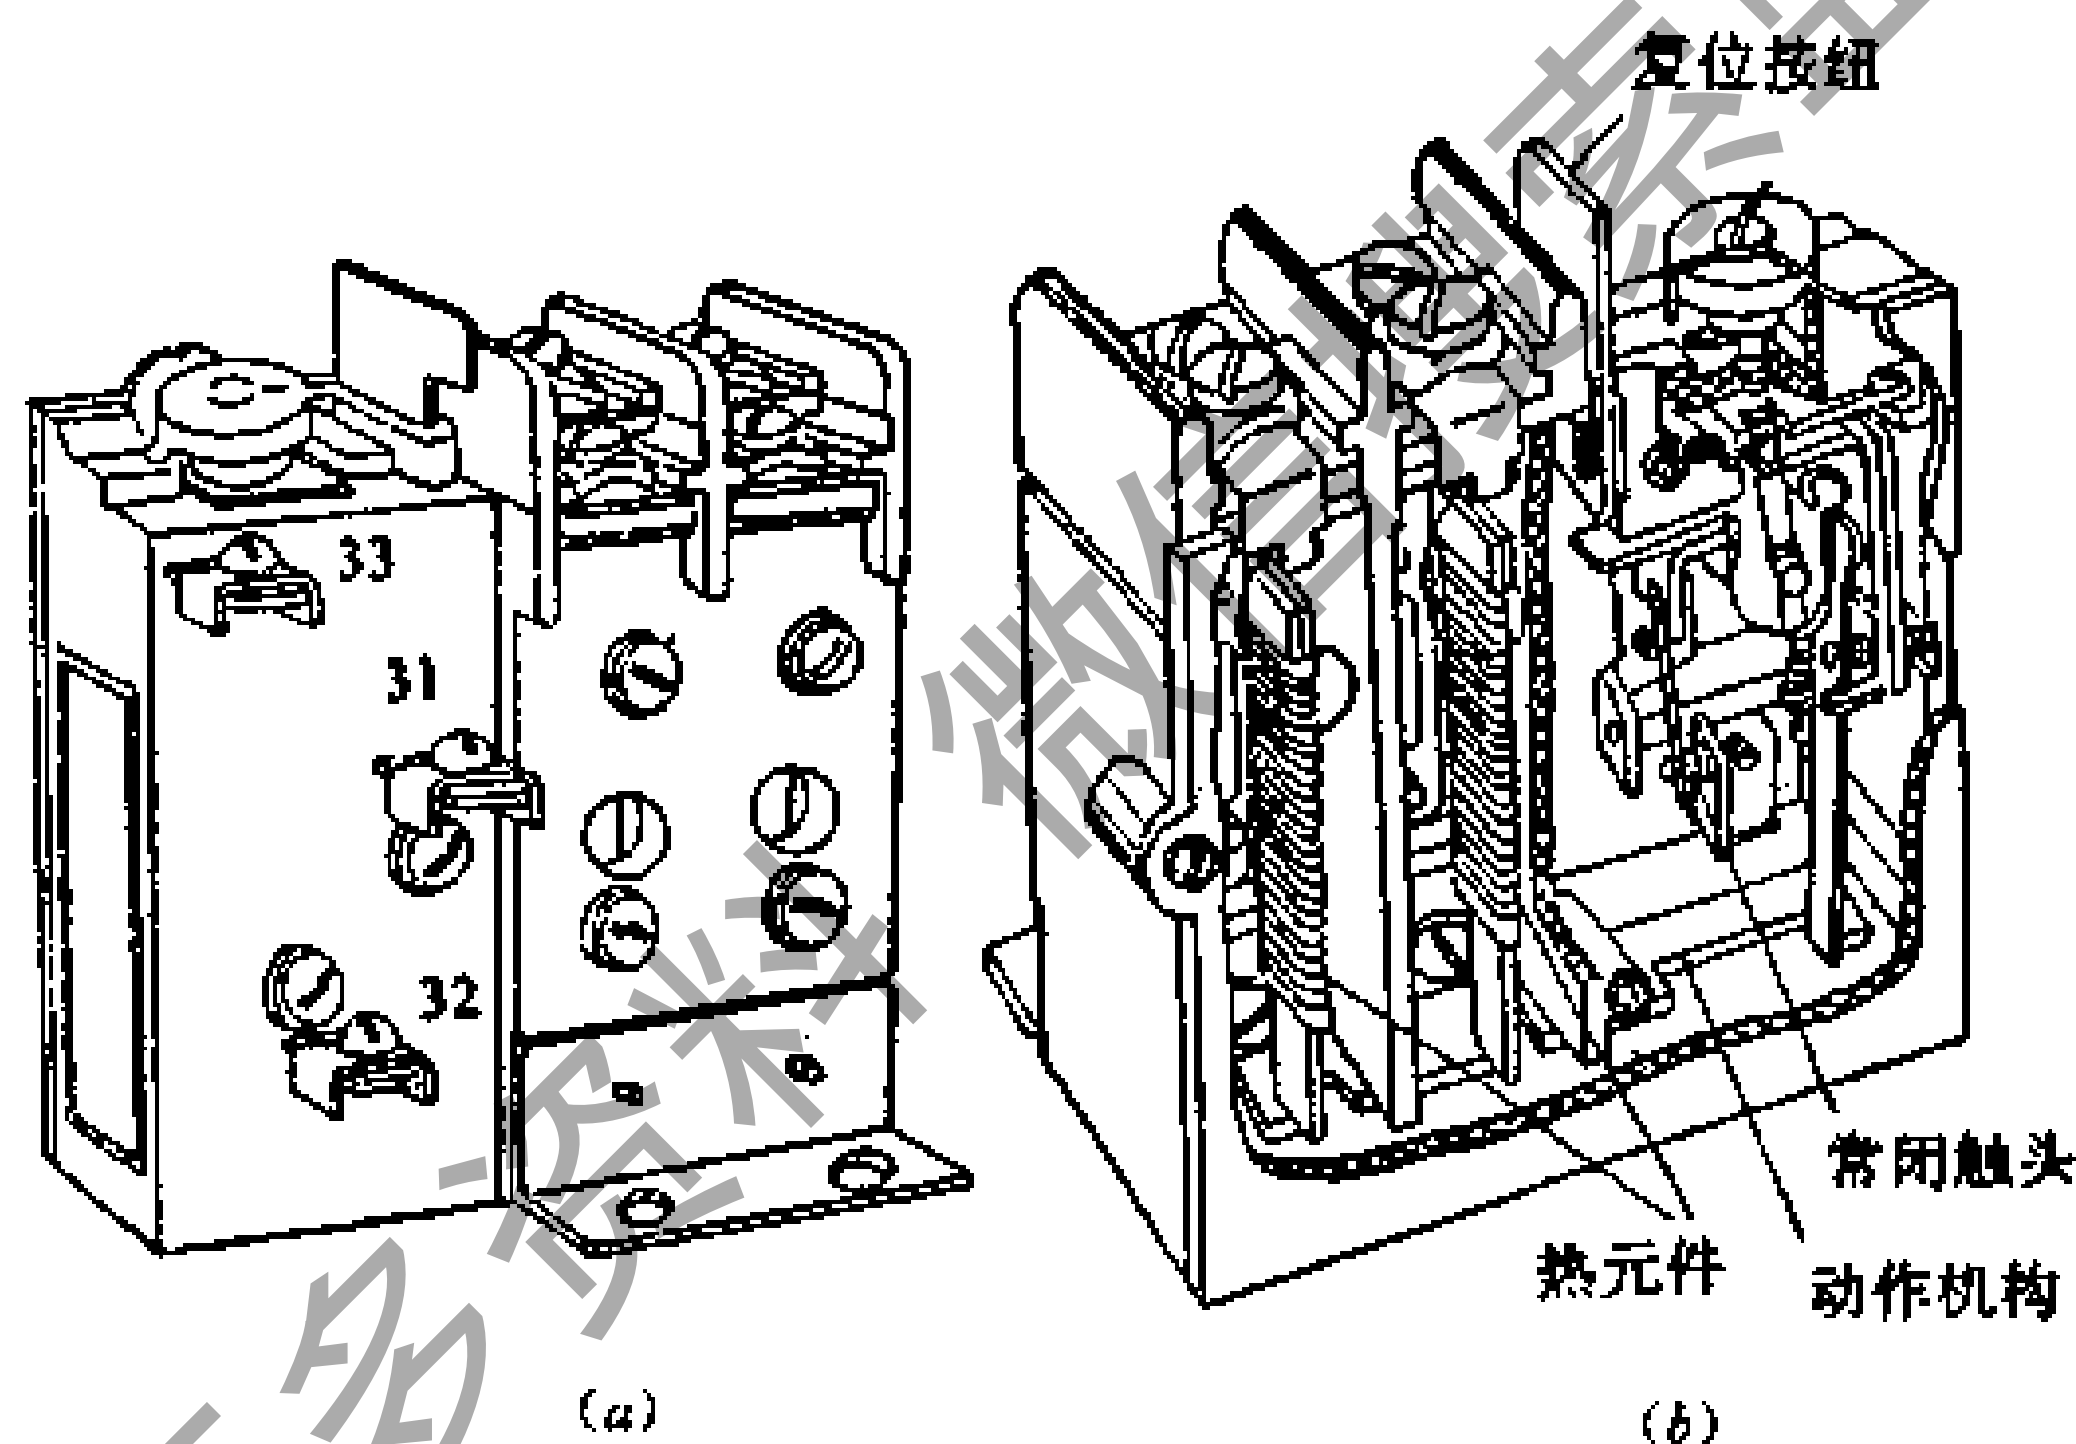

图5—17 热继电器
继电器是根据一定的信号，如电流、电压、时间、温度和速度等，来接通或断开小电流电路和电器的控制元件。热继电器是根据两种金属材料受热后膨胀程度不同这一特性制成的。热继电器的结构如图5—17所示。它由热元件、触头、动作机构、复位按钮和整定电流装置5部分组成，如图5—17(b)所示。
(1) 热元件：热元件共有两块，是热继电器的主要组成部分。它是由双金属片及围绕在双金属片外面的电阻丝组成。双金属片是由两种热膨胀系数不同的金属片焊合而成，如铁镍铬合金和铁镍合金。电阻丝一般用康铜、镍铬合金等材料做成，使用时将电阻丝直接串联在异步电动机的两相上，如图5—18(a)中1—1'及2—2'所示。